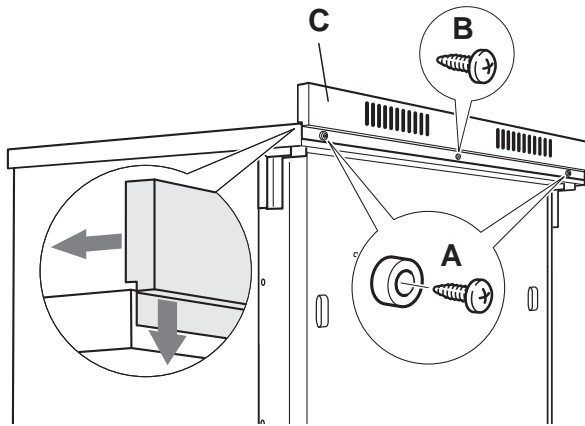

Abb. 1.2
Vor dem Aufstellen des Herds zunächst die hintere Schutzabdeckung "C" montieren (Abb. 1.2).
- Die Bolzen "A" (Abb. 1.2) abnehmen; dazu die Befestigungsschrauben abschrauben.